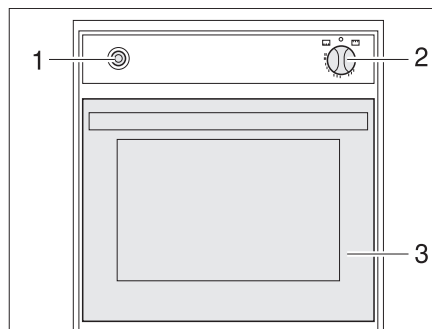

Fig. 127 Horno de gas
- Abrir la puerta del horno (Fig. 127,3) completamente.
- Presionar ligeramente el regulador giratorio (Fig. 127,2) y ponerlo en "🔥" (Horno).
- Presionar el regulador giratorio (Fig. 127,2) y mantenerlo presionado por 5 a 10 segundos. El gas circula hacia el quemador.
- Presionar el interruptor de encendido (Fig. 127,1) tantas veces como sean necesarias para que arda la llama.
- Girar el regulador giratorio (Fig. 127,2) a "0". La llama se apaga.